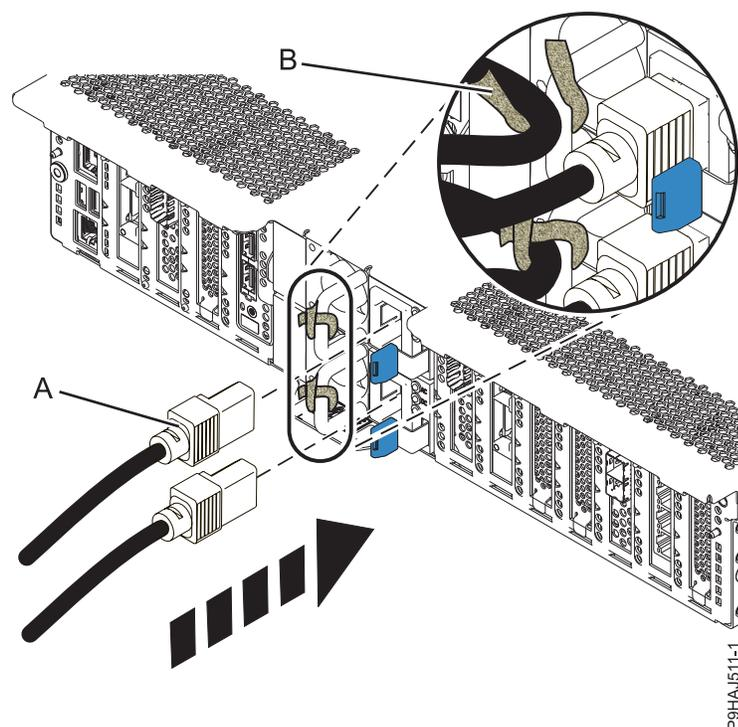

Figure 21. Connexion des cordons d'alimentation
2. A l'aide de vos étiquettes, rebranchez les cordons d'alimentation (A) à l'unité centrale. Fixez les cordons d'alimentation sur le système à l'aide des attaches velcro (B), comme illustré dans la figure 21.